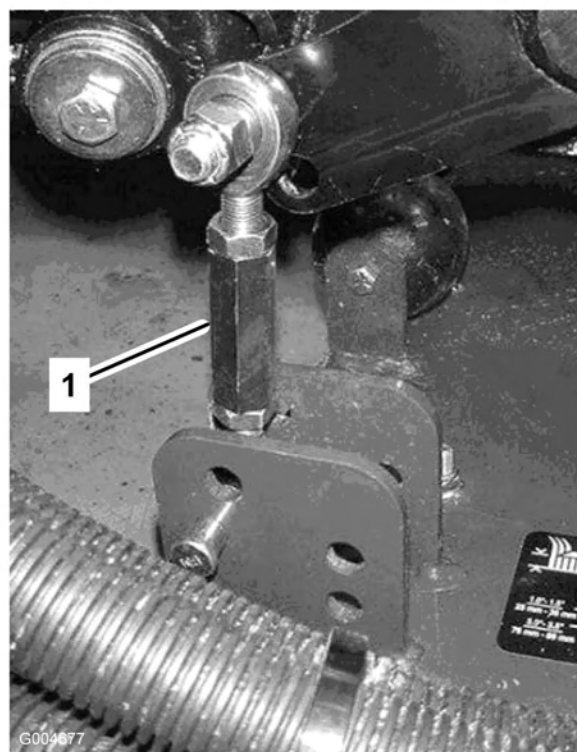
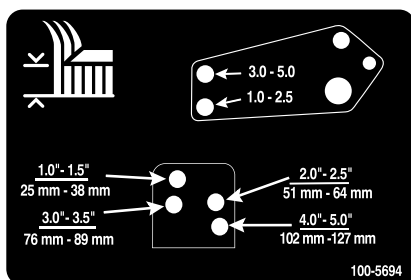

Figure 22
Figure 23
8. Enlevez les goupilles fendues et les axes de chape qui fixent les biellettes d'amortisseurs aux supports du plateau de coupe (Figure 22). Alignez les trous de la biellette d'amortisseur avec ceux du support de hauteur de coupe sélectionnés dans le bâti des plateaux de coupe (Figure 23), puis insérez les axes de chape et posez les goupilles fendues.